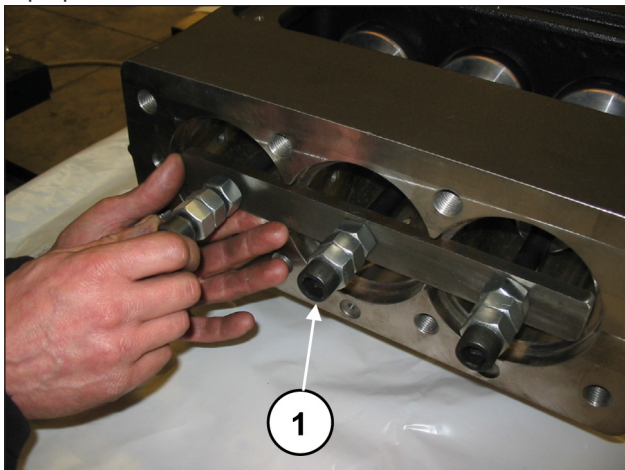
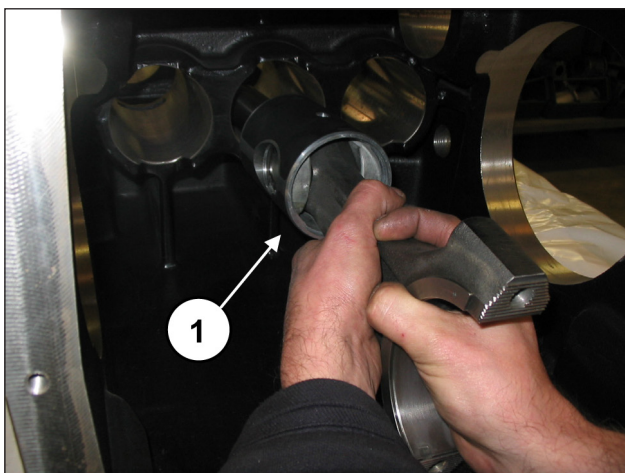

Рис. 40
Рис. 41
Открутите винты инструмента арт. 27566200, чтобы разблокировать шатуны (поз. ①, Рис. 40), а затем извлеките шатуны с направляющими поршня из заднего отверстия картера (поз. ①, Рис. 41).
Убедившись в полной чистоте картера, вставьте половинку шатуна с направляющей поршня в гильзы картера (поз. ①, Рис. 41).
Зафиксируйте все три узла с помощью специального инструмента, арт. 27566200 (поз. ①, Рис. 40).
Снимите инструмент для блокировки шатунов арт. 27566200 (поз. ①, Рис. 40) и сдвиньте шатуны назад до соприкосновения с коленчатым валом.
Повторите эту операцию на другой крышке. Зафиксируйте все три узла шатунов с помощью специального инструмента, арт. 27566200 (поз. ①, Рис. 40).